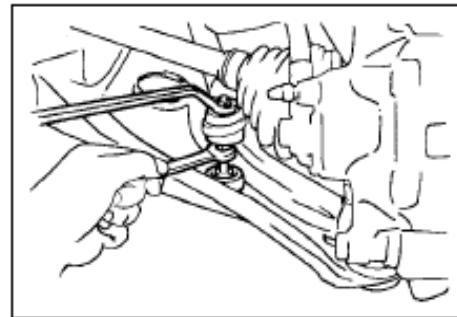

Рис. 197
- (1) Снимите две гайки, пять стопоров, четыре прокладки и болты стабилизатора, удерживая болты от проворачивания(рис. 197).
- (2) Проведите аналогичные действия для другой стороны.